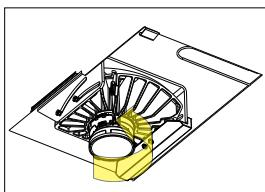

fig. 21
- a. Saisissez l'optique et tournez-la dans le sens inverse des aiguilles d'une montre pour la déverrouiller. Tirez-la vers vous pour la retirer (voir fig. 21). Si l'optique ne peut pas être retirée à la main, une ventouse peut être utilisée.